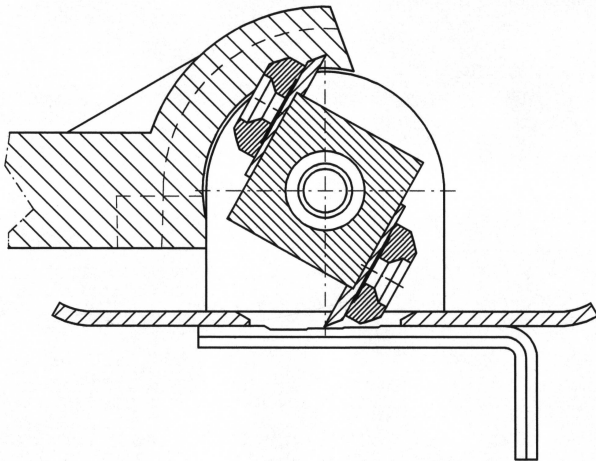

Bild 2
- ⤴ Schlüssel (12) mit den Einkerbungen zur Messerwalze (03) zeigend auf das Führungsblech (19) legen, wie in der Abbildung (Bild2).